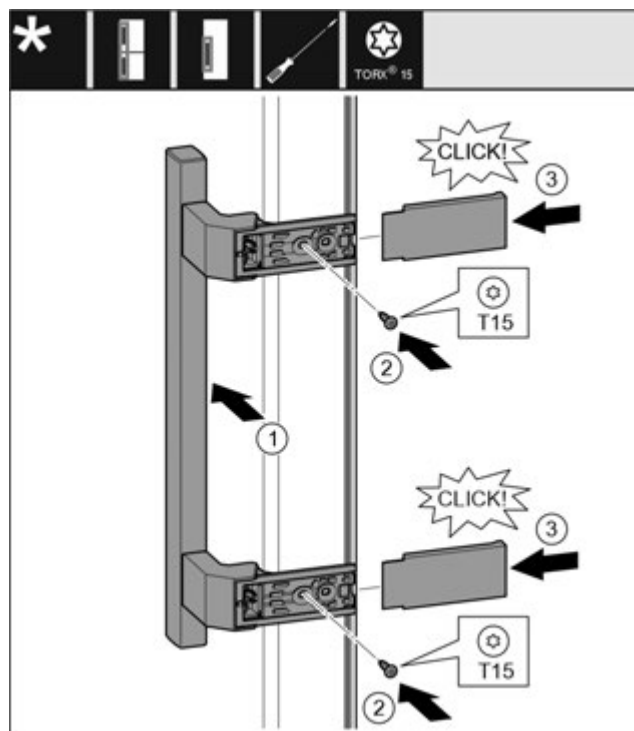

Fig. 40
- ▶ Встановіть ручку з протилежного боку. Fig. 40 (1)
- ▶ За допомогою викрутки T15 закрутіть гвинти. Fig. 40 (2)
- ▶ Встановіть збоку кришки і посуňte їх. Fig. 40 (3)